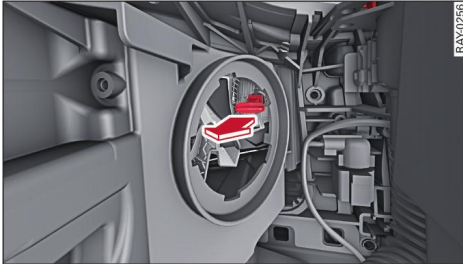

Fig. 214 Faro: Conector de plástico del intermitente
- Saque el conector, junto con la lámpara, de la carcasa ⇒ *fig. 214*.